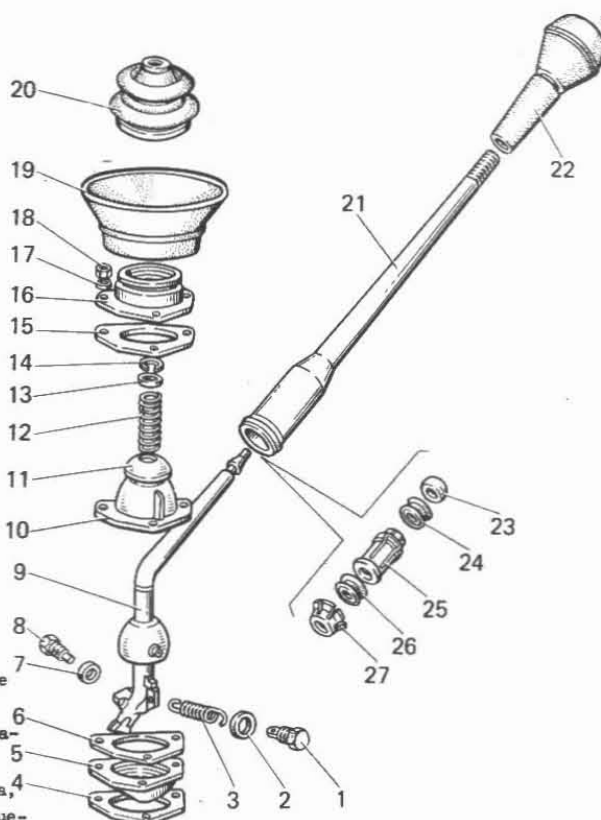

Fig. 3-29. Piezas de la palanca de cambio de las velocidades:
- quite la funda 20 (fig. 3-29) de la palanca, quite el anillo de fijación 14, la arandela 13, muelle 12 arandela esférica 11;